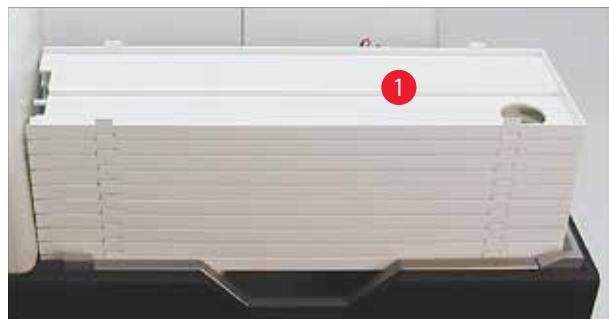

图 38
- 将一叠托盘(→"图 38-1")放在卸载站点的抬升操作台上(→"图 38")。